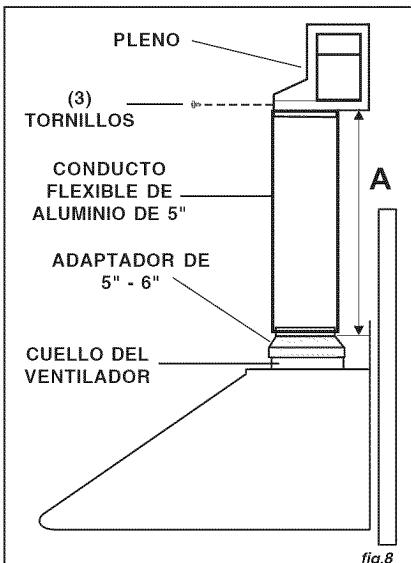

fig.8
3. Conecte el conducto de aluminio flexible al adaptador de 5". Selle todas las juntas con cinta del conducto. Fig.8
4. Monte el pleno de recirculación al conducto flexible. Fig.8
5. Taladre tres (3) agujeros de 1/16" de diámetro espaciados regularmente en el conducto y en el conector de conducto del pleno de recirculación. Fig.8
6. Asegure el conducto en el conector del pleno con (3) tornillos de metal chapado. Selle todas las juntas con la cinta del conducto. Fig.8